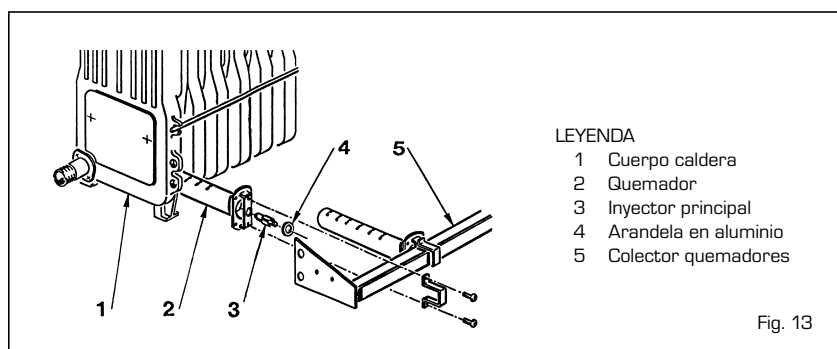

Fig. 13
- no tenga incrustaciones (fig. 13).